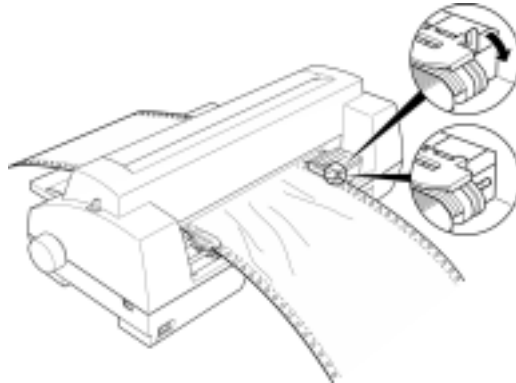

图 3-10 调整牵引器位置
6. 调整右拖纸器位置，使纸张平直安装后，固定右拖纸器固定锁如图 3-10 所示。